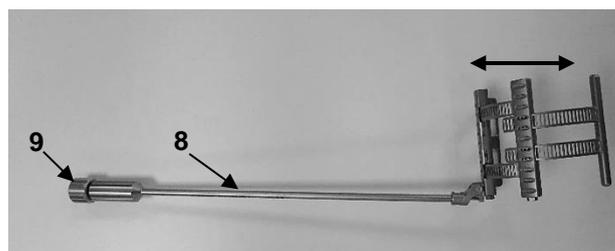

Abb. 8
Das Treede Maxposition Blatt kann mittels der Hakenführung (8) durch Drehen der Fixiermutter (9) im bzw. gegen den Uhrzeigersinn angehoben bzw. abgesenkt werden (Abb. 8).